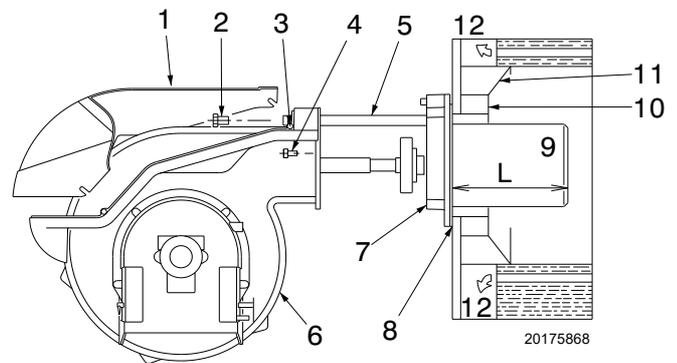

Abb. 12
Für Heizkessel mit wassergekühlter Frontseite ist die Verkleidung mit feuerfestem Material 10)-11)(Abb. 12) nicht notwendig, sofern dies nicht ausdrücklich vom Kesselhersteller verlangt wird.
- den Brenner an den Führungen 2)(Abb. 16), wie auf der Abb. 12 auf Seite 17 gezeigt, öffnen.